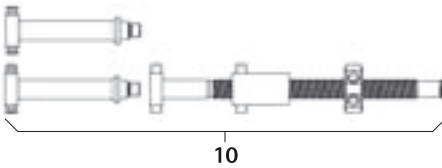

Abb. 16
- Spindeldistraktor **10** montieren, siehe Abb. 16.